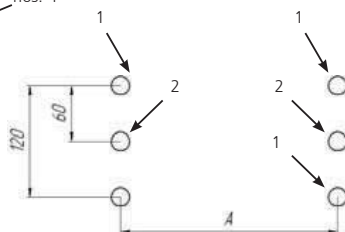

Рис. 4
2. На поверхности выполнить отверстия под винты M4 согласно размерам схемы (см. Рис. 4, размер А зависит от типа светильника).
3. Закрепить на поверхности кронштейны поз. 2 (2 штуки) с помощью винтов (в комплект не входят) (см. рис. 4 отверстия 1).
4. Закрепить светильник на поверхности, с помощью винтов (в комплект не входят) (см. рис. 4 отверстия 2).
3. Закрепить светильник на потолке типа Армстронг (см. рис. 3) или потолке типа Грильято (см. рис. 4) с помощью винтов, гаек и шайб поз. 3, 4, 5.